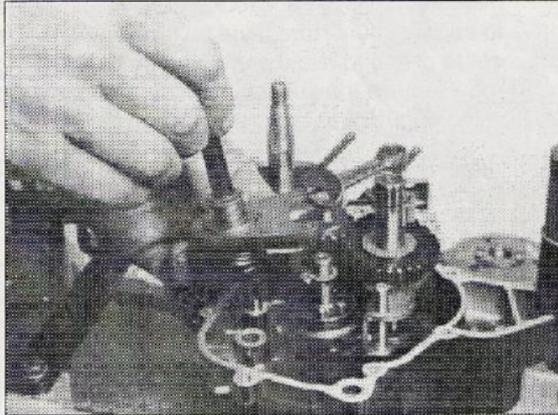

Fig. 23
23) SFILARE l'albero del selettore e la relativa rondella di rasamento inferiore (Fig. 23).
23) REMOVE the shift shaft and its relevant lower shim washer (Fig. 23).